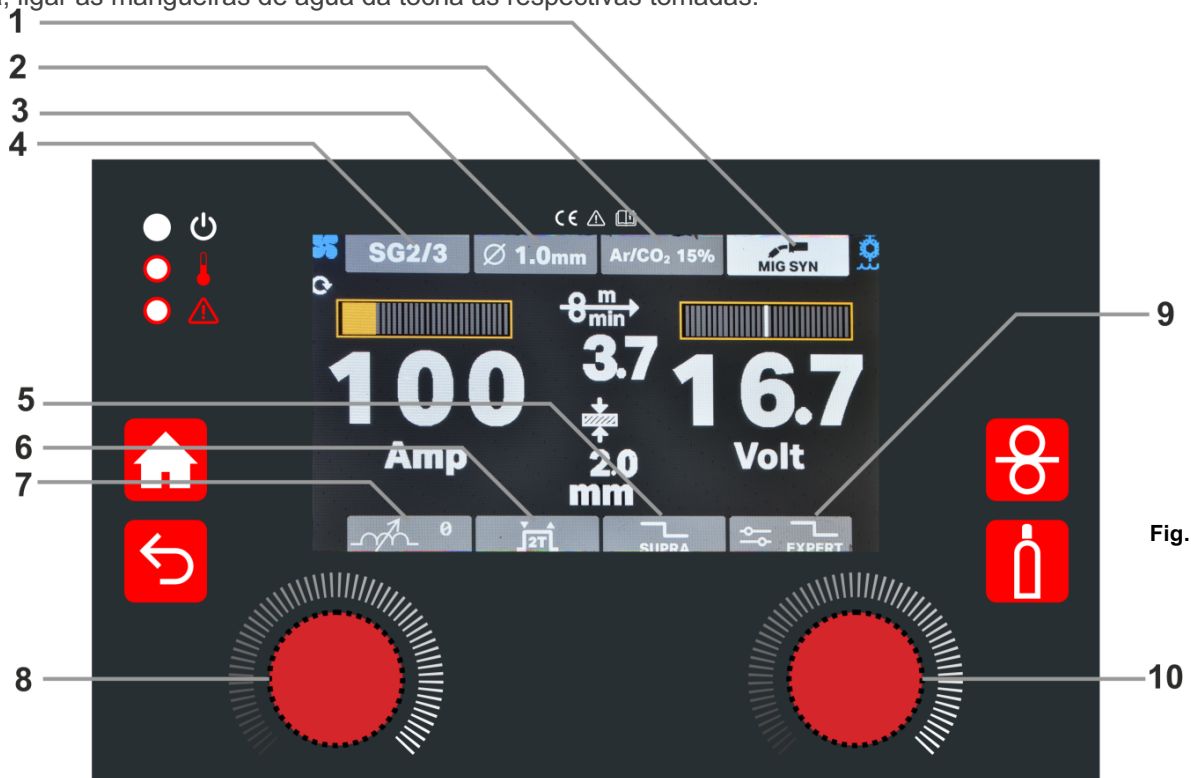
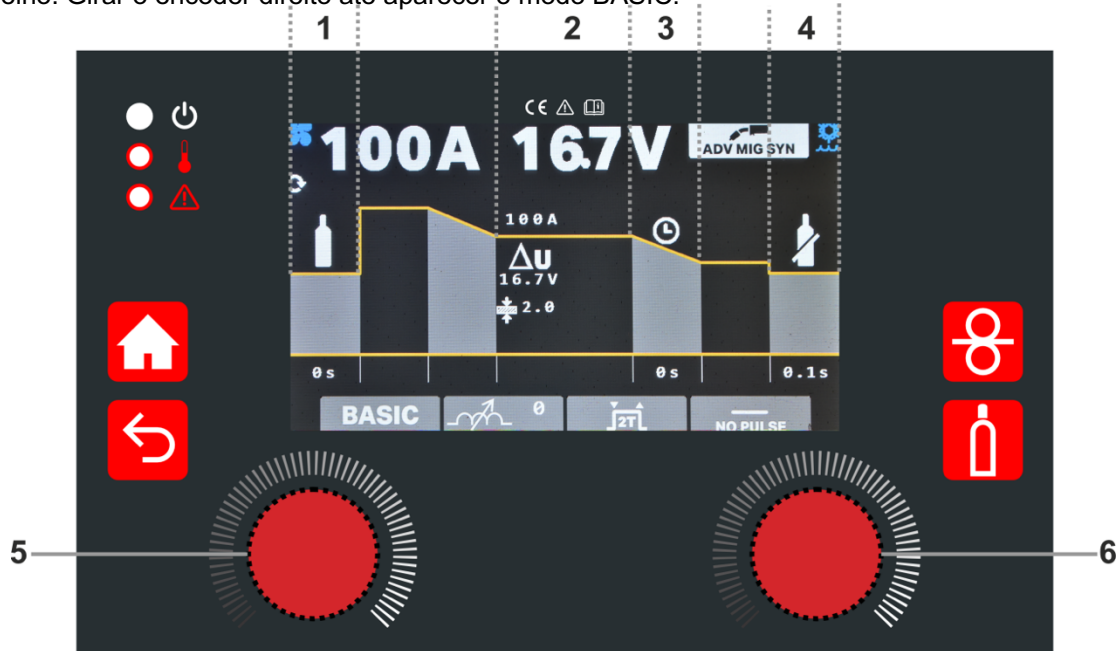
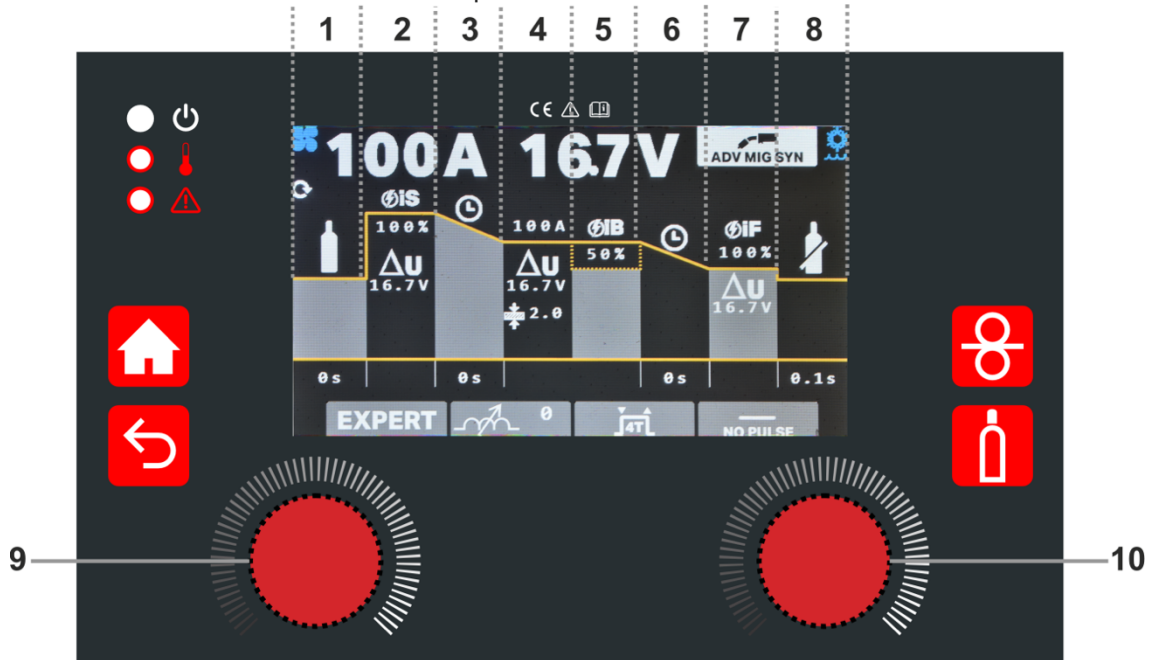

Fig. 5.
Fig. 6
Fig. 8
- Selecione o tipo de gás de acordo com o programa de soldadura selecionado na Fig.6 - Programas de soldadura na página seguinte.
Selecionar o modo de soldadura MIG/MAG SYN premindo o encoder do lado direito (10 - Fig. 5) no item de menu correspondente. Entrou no modo MIG SYN, no qual é possível visualizar o estado do respetivo modo (1 - Fig. 1).
- Selecionar o material a soldar (item de menu 4 - Fig. 5), o diâmetro do fio (item de menu 3 - Fig. 5) e o tipo de gás (item de menu 2 - Fig. 5) com o encoder direito (10 - Fig. 5) de acordo com as seguintes tabelas de programas sinérgicos:
- Ajustar a indutância (item de menu 7 - Fig. 5) com o encoder do lado direito (10 - Fig. 5): menos indutância (arco mais estreito, mais penetração) e mais indutância (arco mais largo, mais enchimento).
- Dentro do programa sinérgico, pode ajustar a corrente de soldadura com o encoder do lado esquerdo (8 - Fig. 5) e com o encoder do lado direito (10 - Fig. 5) pode fazer um ajuste sinérgico fino.
- Com o encoder do lado direito (10 - Fig. 5), é possível escolher entre os modos de tocha de soldadura 2T, 4T ou SPOT:
Modo MIG/MAG a pontos - Quando selecionado indica que a máquina está no modo de soldadura por pontos MIG/MAG. Girar o encoder do lado direito (10 - Fig. 5) para selecionar o tempo SPOT em segundos. Iniciar a soldadura por pontos premindo o gatilho da tocha e mantendo-o premido até ao fim do programa de soldadura MIG definido.
- Com o encoder do lado direito (10 - Fig. 5), é possível escolher entre a soldadura por curto-circuito não pulsada e a soldadura SUPRA (item de menu 5 - Fig. 5). SUPRA é um tipo de soldadura pulsada (uma alternância entre dois níveis de potência) com modo de transferência por curto-circuito (ver capítulo 8.4 para mais informações).
Para entrar no ADV MIG SYN, girar o encoder direito (Nº 10 - Fig. 5) até o botão (Nº 9 - Fig. 5) ficar amarelo. Em seguida, premir o botão do encoder direito. Para selecionar o modo BASIC (em ADV MIG SYN), premir o botão direito do encoder (nº 6 - Fig. 6) até que um parâmetro fique amarelo. Rodar o botão direito do encoder até que o botão BASIC/EXPERT fique amarelo. Premir o botão do encoder direito até que o botão BASIC/EXPERT fique vermelho. Girar o encoder direito até aparecer o modo BASIC.
Para entrar no ADV MIG SYN, girar o encoder direito (Nr.10 - Fig. 5) até o botão (nr.9 - Fig. 5) ficar amarelo. Em seguida, premir o botão do encoder direito. Para selecionar o EXPERT MODE (em ADV MIG SYN), premir o botão direito do encoder (nº 10 - Fig. 8) até que um parâmetro fique amarelo. Rodar o botão direito do encoder até que o botão BASIC/EXPERT fique amarelo. Pressionar o botão do encoder direito para que o botão BASIC/EXPERT fique vermelho. Girar o encoder direito até aparecer o modo BASIC.
AJUSTE SINÉRGICO FINAL	premindo o encoder direito (10 - Fig.8) até a imagem do tempo de alimentação inicial ficar vermelha e rodando o mesmo encoder.